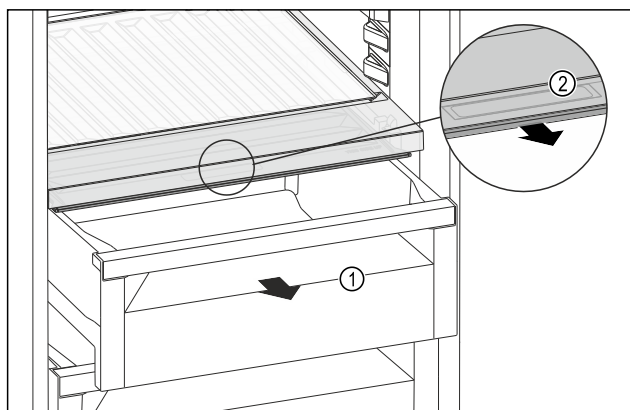

Fig. 117
- Wyciągnąć szufladę Fig. 117 (1).
- Chwycić uchwyt wpuszczany Fig. 117 (2) na pokrywie komory i pociągnąć pokrywę jednocześnie do przodu.